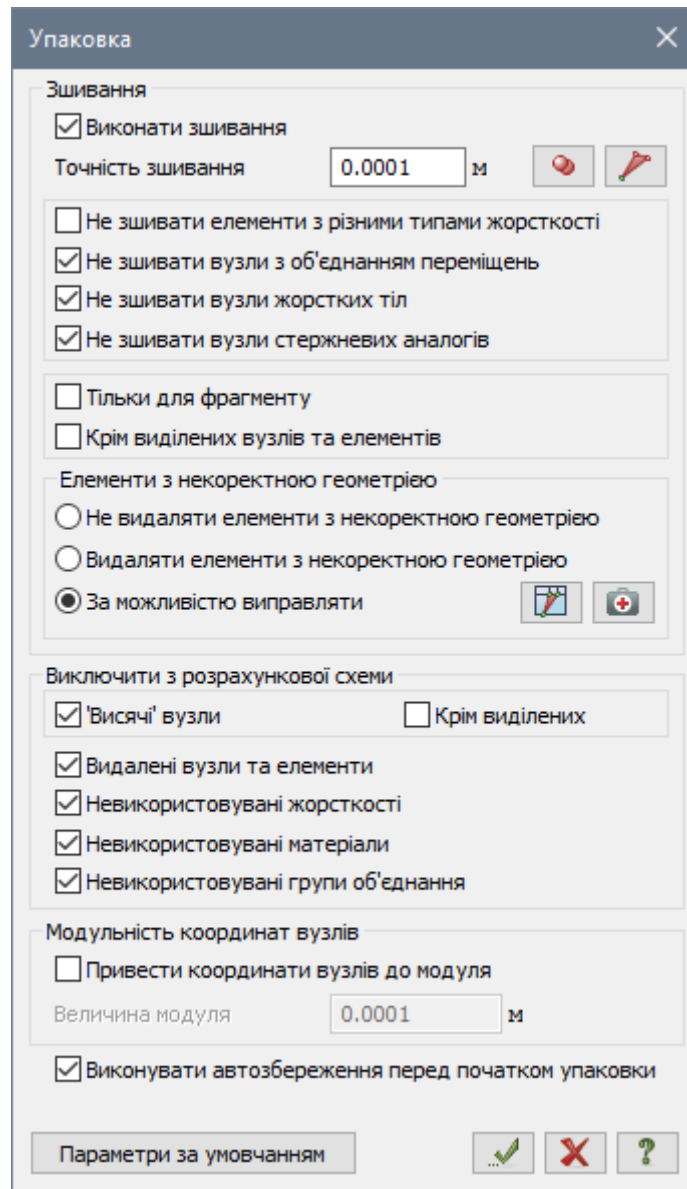

Рис. 21.3. Діалогове вікно Упаковка
- Натисканням по кнопці  – **Упаковка схеми** (панель **Редагування** на вкладці **Створення та редагування**) викличе діалогове вікно **Упаковка** (рис. 21.3).